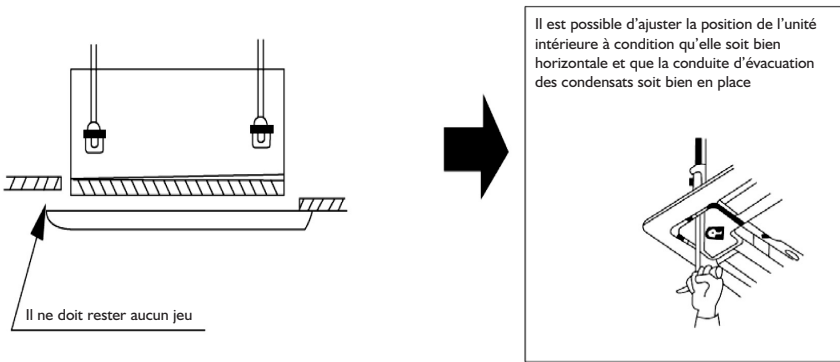

Fig. 6
2. S'il reste du jeu entre le plafond et le panneau après avoir vissé les vis, réajustez la hauteur du corps de l'unité intérieure (voir Fig.6).